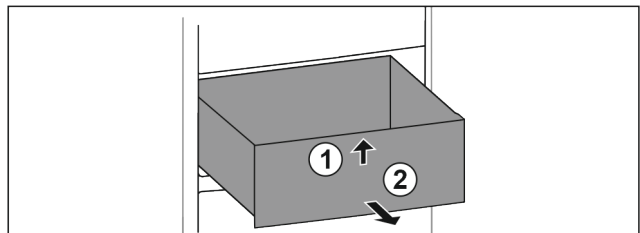

Fig. 17
- Soulever la partie avant du tiroir. Fig. 17 (1).
- Retirer le tiroir par l'avant. Fig. 17 (2)